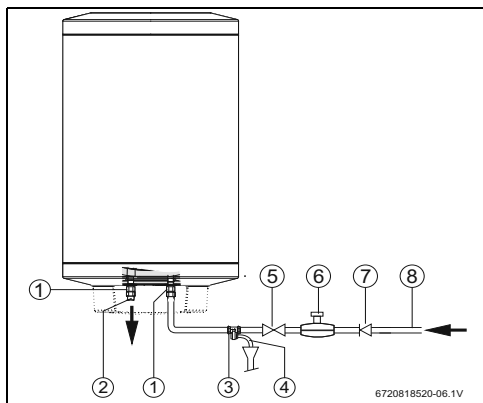

Fig. 8 Toma de agua
Para evitar averías por oscilaciones de presión repentinas en el suministro de agua, se recomienda instalar una válvula antirretorno intercalada en el acumulador (Fig. 8, [7]).
- ▶ Montar la válvula de seguridad en la conexión de agua fría del aparato (Fig. 8).
- ▶ Instale la válvula de reducción de presión (Fig. 8).
- ▶ Cerrar la válvula de cierre del agua (→ Fig. 8).